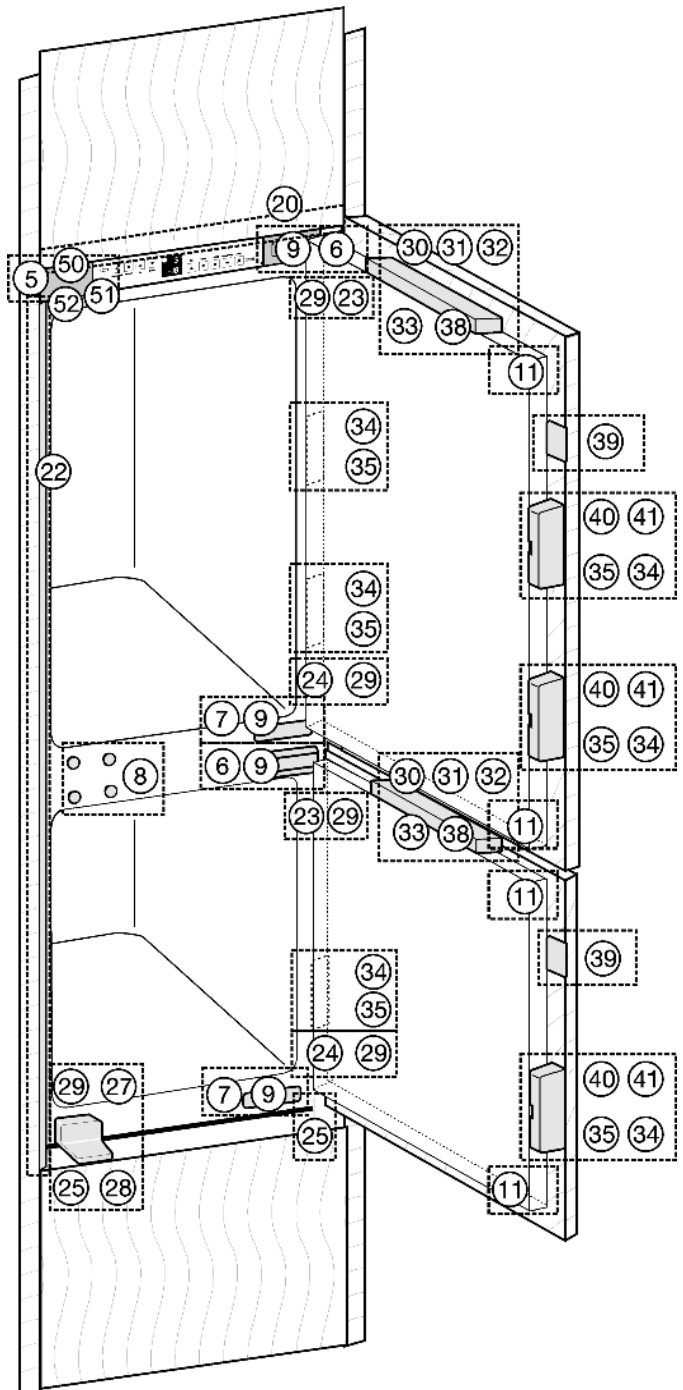

Fig. 10
- ▶ Abdeckungen Fig. 10 (5,6,7) abnehmen.
- Distanzteil *Fig. 14 (23)* auf die oberen und Distanzteil *Fig. 10 (24)* auf die unteren Scharniere aufklipsen.